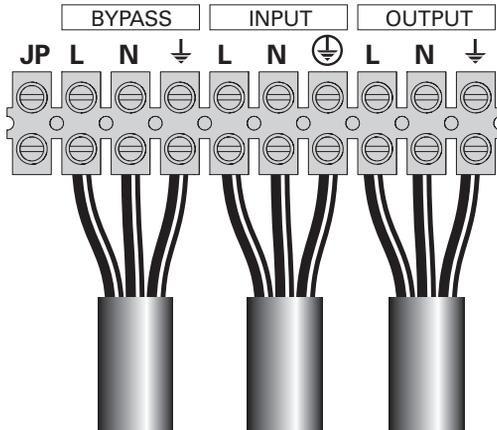

Figura 18.
- 1 - Rimuovere il ponticello di metallo (vedere Figura 18).